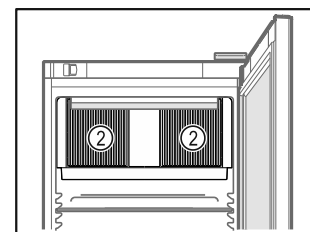

Fig. 58
- Udržiavajte voľné vetracie štrbiny Fig. 58 (2) cirkulačného ventilátora vo vnútornom priestore.